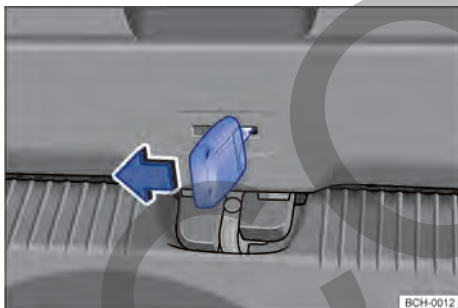

Fig. 58 En el maletero: desbloquear la tapa trasera.
- Introducir la paleta de la llave en la apertura del portón trasero → fig. 58 y mover la palanca de desbloqueo en la dirección de la flecha.